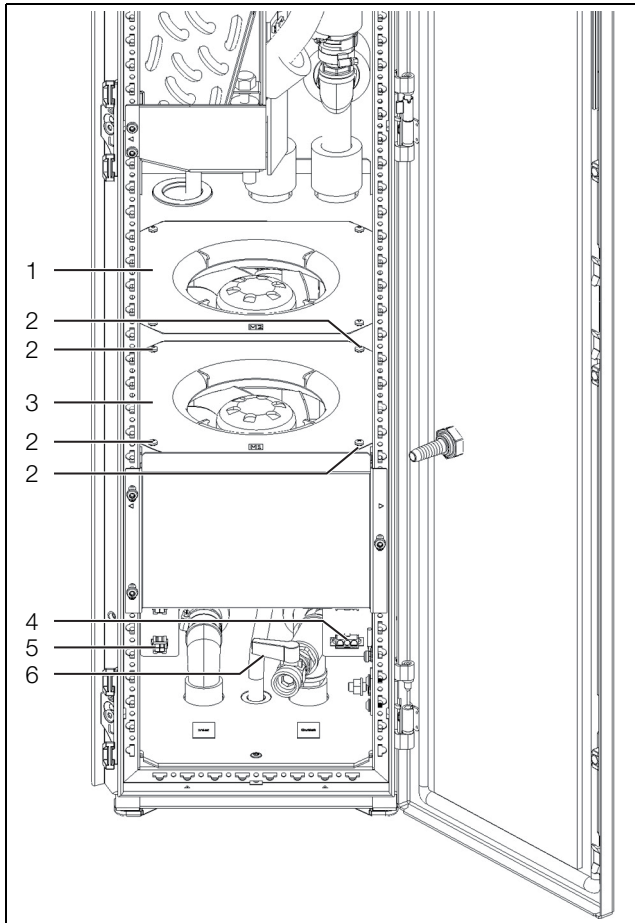

Fig. 22: Sostituzione del ventilatore
- Aprire il rubinetto di scarico (fig. 22, pos. 6).